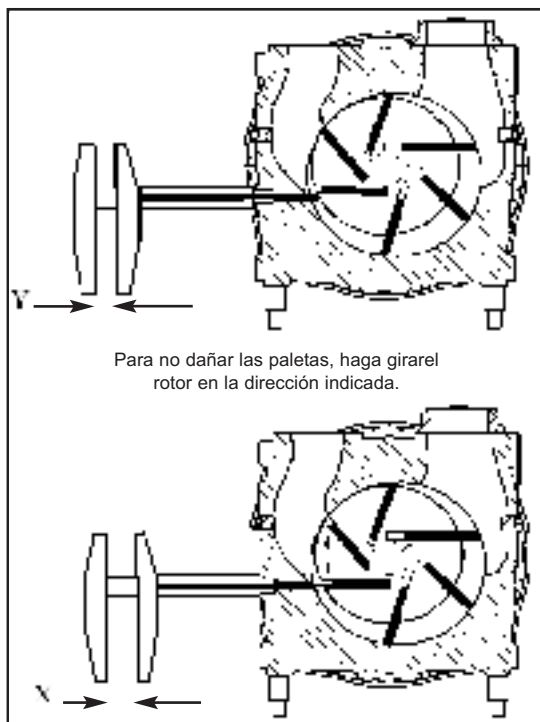

Figura 10 - Inspección rápida de las paletas
2. Con ayuda de un calibre, mida el desgaste de las aletas como indica la figura 10.